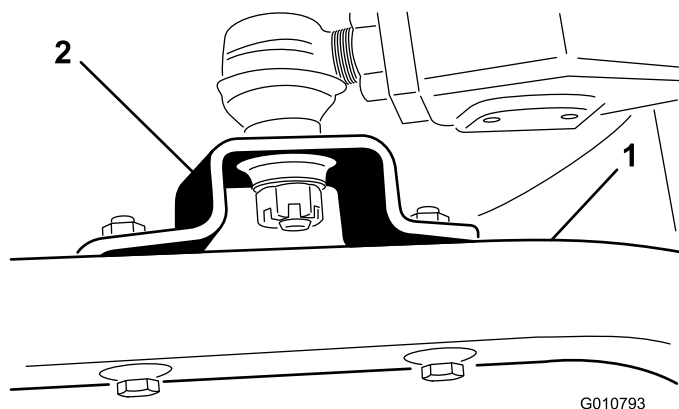

図 19
4. ボールジョイントマウントをデッキのキャスタアームに固定しているキャップスクリューとロックナットを外す【図 19】。
4. 昇降レバーをフロート位置とする。昇降レバーを押し下げて、ボールジョイントの穴とキャスタアームの穴とを整列させる【図 19】。